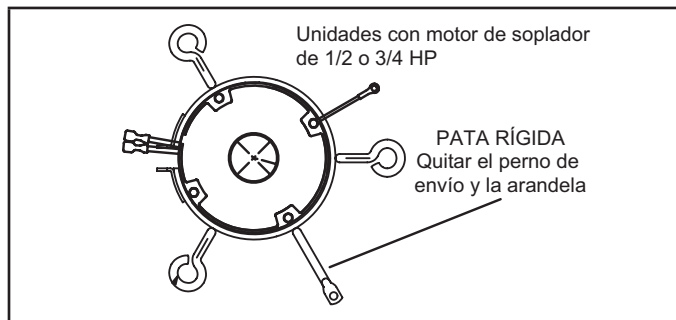

Figura 6
**NOTA** - Las unidades con motores del soplador de 1/2 o 3/4 HP están equipadas con tres patas flexibles y una pata rígida. Ver la Figura 6. La pata rígida está equipada con un perno de envío y una arandela plana de plástico blanca (en vez de la arandela de montaje de caucho utilizada con una pata de montaje flexible). **Se debe quitar el perno y la arandela antes de poner el calefactor en funcionamiento.** Después de haber quitado el perno y la arandela, la pata rígida no tocará el alojamiento del soplador.